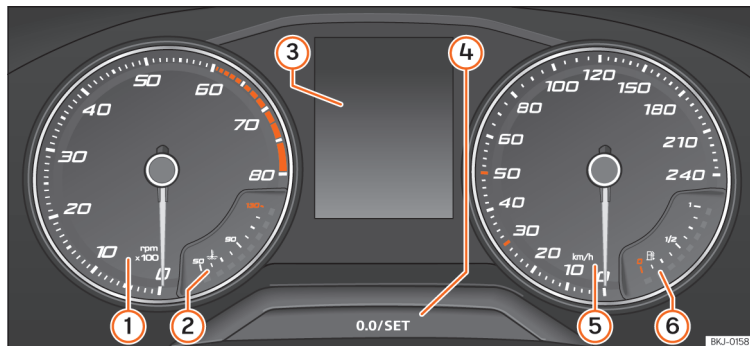

Fig. 61 Painel de instrumentos monocromático no painel de bordo.
Explicações sobre os instrumentos »» **Fig. 61:**
- Pressione brevemente o botão **0.0/SET** » » Fig. 61 para repor o conta-quilómetros parcial em 0.